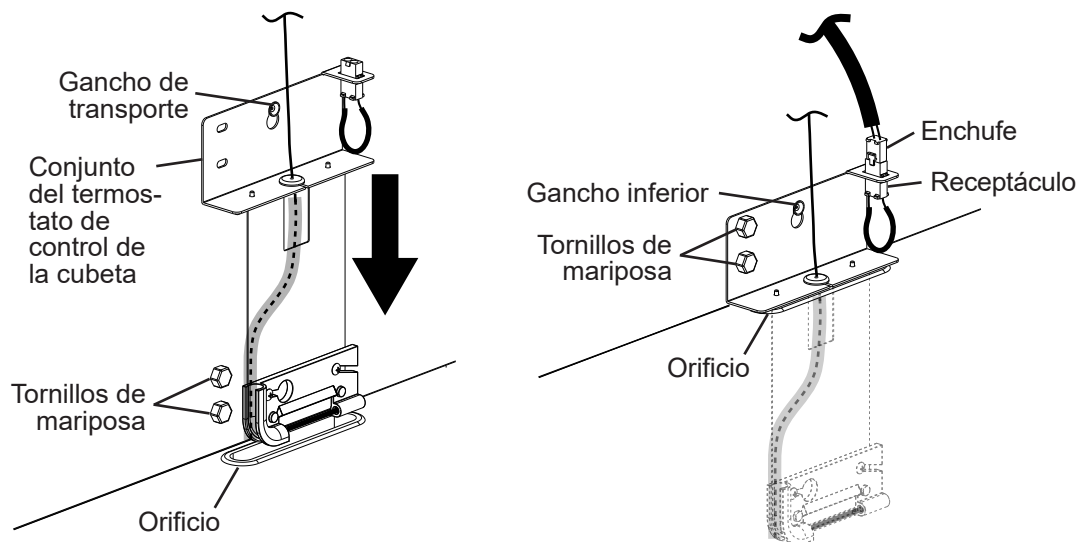

Fig. 3
- 7) Instale el conjunto del termostato de control de la cubeta de la forma indicada a continuación. Consulte la Fig. 3.